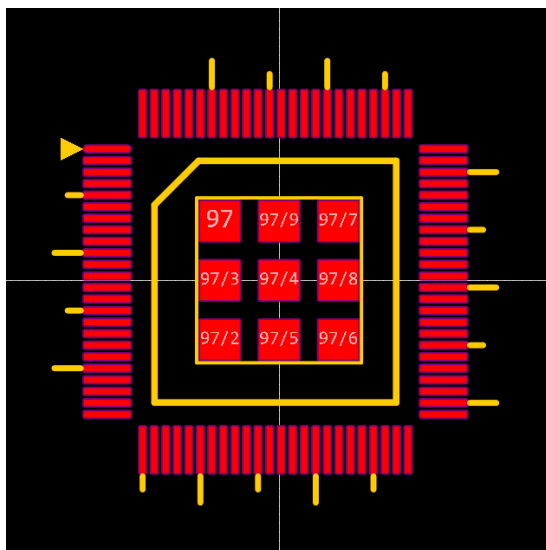

图 1-10: LT7589A (QFN96) 焊盘与脚位图
- 电源线的过孔相比其他信号线应该适当增大，电源线的粗细尽量减少突然增大或者缩小，如需要增大或者减少，在导线粗细变化的连接处应该进行泪滴处理，如图 1-10。